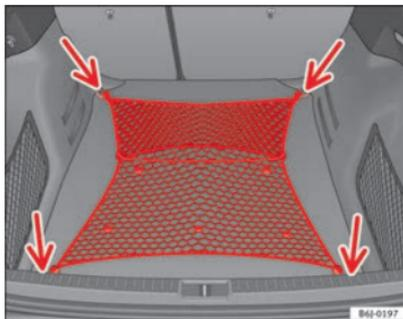

Abb. 98 Ausgespanntes
- Befestigen Sie das Gepäcknetz an den vier Verzurrösen -Pfeile- → Abb. 98.